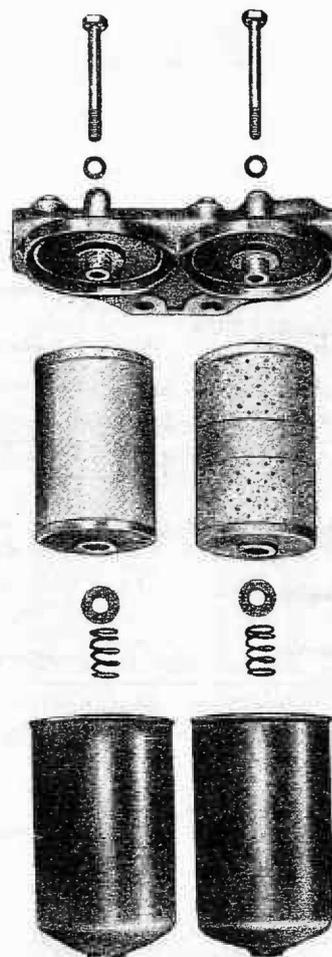

Abb. 58 Aufbau des Kraftstoffstufenfilters
- Die Arbeit am Kraftstoffstufenfilter beschränkt sich auf die gründliche Reinigung aller Teile und den Austausch der Wegwerf-Papierfilterpatrone (rechter Filtereinsatz bei Abb. 58). Bei Einsatz einer neuen Filterpatrone auf einwandfreie Gummiabdichtung achten.